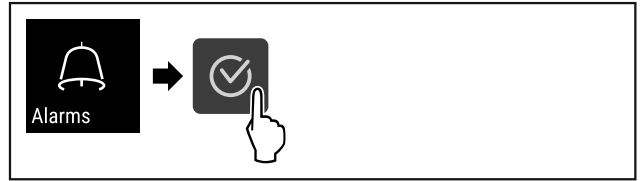

Fig. 107
- ▶ Følg anvisningene (se Fig. 107).